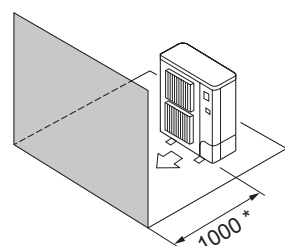

Fig. 2-10
- ④ Hindringer kun foran (Fig. 2-10)